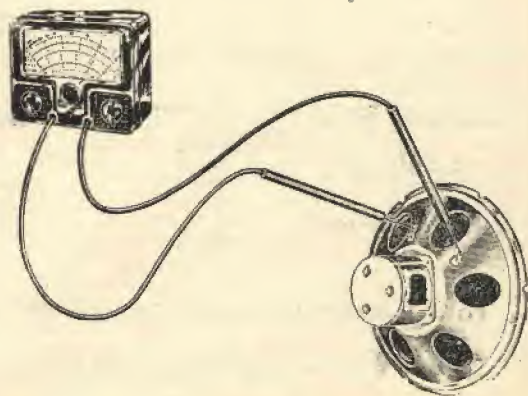

Fig. 9
57) Tale anomalia si verifica qualora la bobina mobile dell'altoparlante risulti interrotta, o i capi della stessa siansi distaccati dai capi dell'avvolgimento secondario del trasformatore d'uscita. Controllare la continuità della bobina mobile a mezzo ohmmetro (fig. 9). Ef-